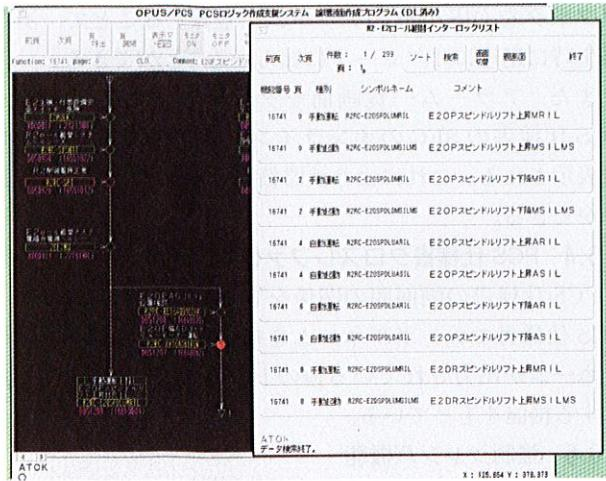

図2. ACEシステム/CLD インターロックモニタ画面 EWS、またはOIS7000の画面上で、PCS仕様書で作成したインターロックソフトがそのままモニタされる。
- (1) CLD(Control Logic Diagram) 論理信号の組合せシーケンス用の仕様書(従来のラダーダイヤグラムに相当する)。インターロック、モードシーケンス、手動シーケンスなどに使用する(図 2)。